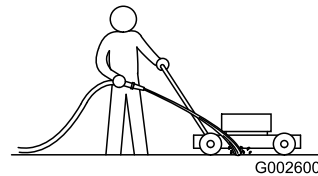

Figure 27
1. Mettez le moteur en marche lorsque la tondeuse se trouve sur une surface revêtue plane et dirigez un jet d'eau devant la roue arrière **droite** (Figure 27).